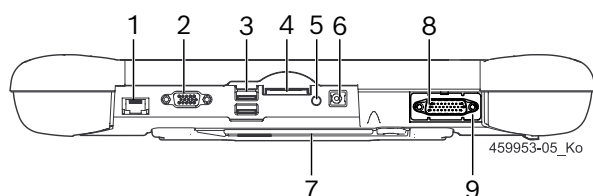

Рис. 2: KTS 350 Вид интерфейса
1. Вставить соединительный провод OBD в KTS 350 (рис. 2, поз. 8) и в разъем OBD автомобиля.